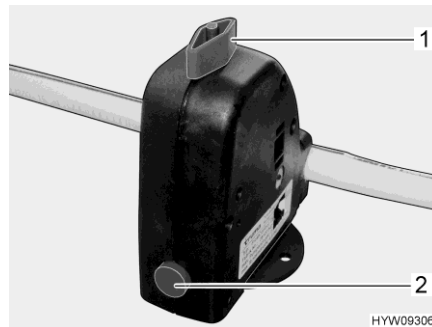

Fig. 120 Valve de sécurité et de vidange (chauffe-eau)
Le chauffe-eau est équipé d'une valve de sécurité et de vidange (Fig. 120). La valve de sécurité et de vidange empêche que l'eau ne gèle dans le chauffe-eau lorsque le chauffage n'est pas allumé en cas de gel.
- Fermer la valve de sécurité et de vidange. Tourner pour cela le bouton rotatif (Fig. 120,1) dans le sens transversal par rapport à la valve de sécurité et de vidange et enfoncez le bouton-poussoir (Fig. 120,2).
- Ouvrir la valve de sécurité et de vidange. Tourner le bouton rotatif (Fig. 120,1) dans le sens longitudinal par rapport à la valve de sécurité et de vidange. Le bouton-poussoir (Fig. 120,2) ressort. Le chauffe-eau est vidé à l'extérieur par le biais de la valve de sécurité et de vidange.